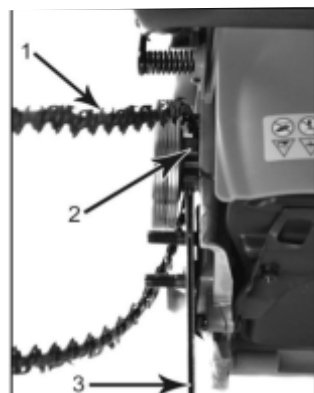

Рис. 6
Наденьте цепь (1) на ведущую звездочку (2) позади муфты сцепления. Убедитесь, что звенья встали между зубчиками звездочки (Рис.6).
Вставьте ведущие звенья в канавку шины (3) и обведите цепь вокруг концевой части шины (Рис.6). Цепь будет немного свешиваться с нижней части шины.